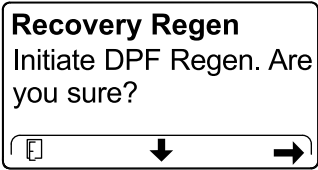

Figura 57
4. En la pantalla INITIATE DPF REGEN (Iniciar regeneración de DPF), pulse el botón derecho para continuar (Figura 57).